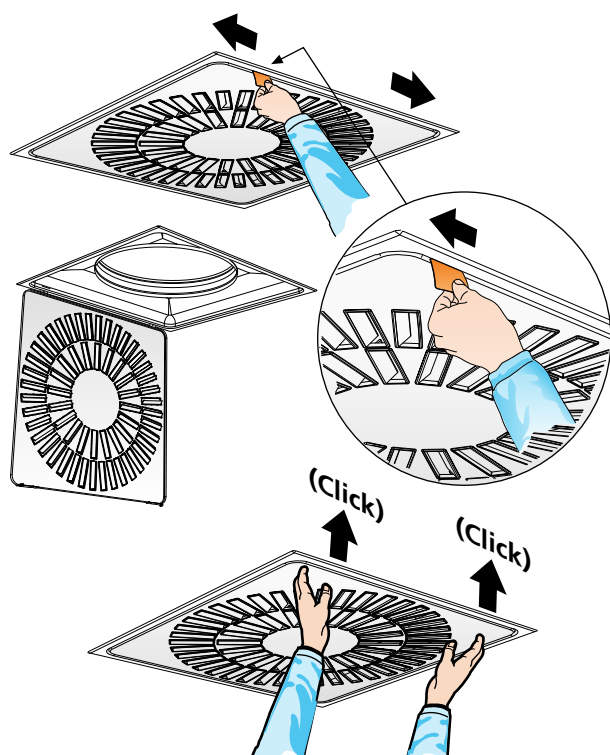

Figure 1. Quick Access – Accès rapide.
- Le système Quick Access facilite l'ouverture et la fermeture de l'appareil lors de l'installation, de l'équilibrage et du nettoyage (voir figure 1).
- Glisser la carte du centre vers l'angle (voir Figure 1).